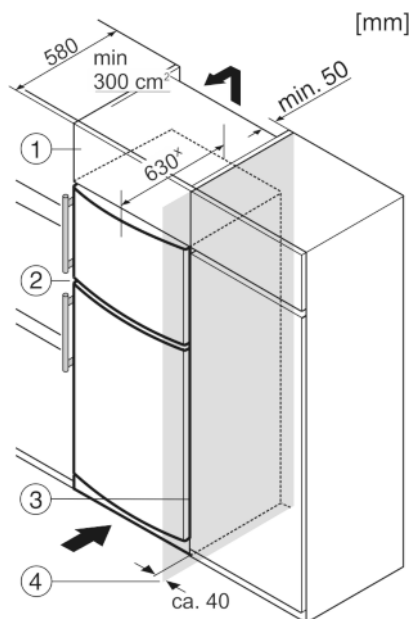

Fig. 9
- (1) Nástavná skříňka
- (2) Přístroj
- (3) Kuchyňská skříň
- (4) Stěna
Zařízení lze zabudovat do vybavení kuchyně. K vyrovnání přístroje Fig. 9 (2) na výšku kuchyňské linky lze na přístroj nasadit odpovídající nástavec Fig. 9 (1).
Při montáži do kuchyňských skříní (hloubka max. 580 mm) lze přístroj instalovat hned vedle kuchyňské skříňe Fig. 9 (3). Přístroj přesahuje přední stěnu kuchyňské skříňe na stranách o 34 mm^x a uprostřed o 50 mm^x.
Když se přístroj instaluje závěsy vedle stěny Fig. 9 (4), musí být vzdálenost přístroje od stěny alespoň 40 mm. To odpovídá přesahu madla při otevřených dveřích.